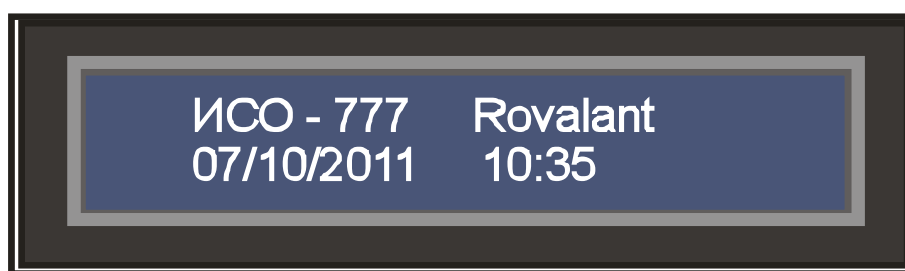

Рис. 2. Вид индикации ВПУ в дежурном режиме
ВПУ имеет подсветку, включающуюся сразу же при предъявлении зарегистрированного пропуска на считыватель и выключающуюся по истечении времени около 25 с (если в течение этого времени не нажата хотя бы одна из клавиш). При нажатии клавиш отсчет времени работы подсветки возобновляется. Отключение подсветки на ВПУ означает переход в дежурный режим, а включение – переход в режим диалога. В дежурном режиме в верхней строке дисплея отображается текст, доступный для редактирования пользователем (см. п. 7.4 настоящего РЭ). В нижней строке отображается текущая дата и время (см. рисунок 2).
- 1) Убедиться, что ВПУ отображает основное меню (см. рисунок 2).
- 1) Убедиться, что на дисплее ВПУ отображается основное меню (см. рисунок 2).
1) Убедиться, что на дисплее ВПУ отображается основное меню (см. рисунок 2).
2) Предъявить пропуск «**Служба охраны**». Появится строка «**СОТРУДНИК СЛУЖБЫ ОХРАНЫ**». После этого ВПУ перейдет в режим индикации основного меню (см. рисунок 2).